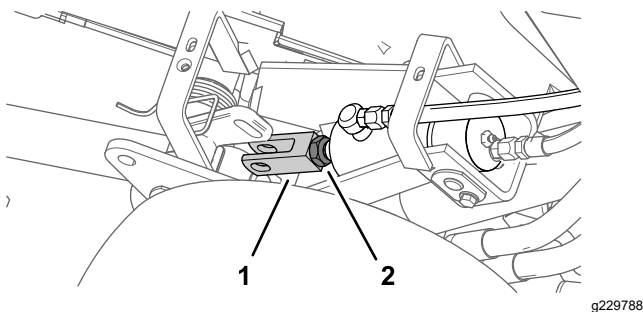

図 54
6. クレビスフィッティングを昇降アームに組み付けてクレビスピンとリテーナピンで固定し、ジャムナットを締め付ける図 53と図 54。